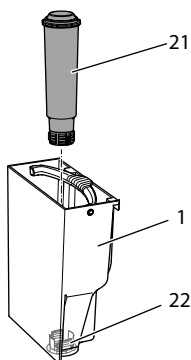

Bild 15: Skruva fast eller lossa vattenfiltret
- Ta ut vattenfiltret (se Bild 15 på sidan 200).
9. Sätt in ett nytt filter i vattenbehållaren (se Bild 15).
3. Ta ut vattenfiltret (se Bild 15).